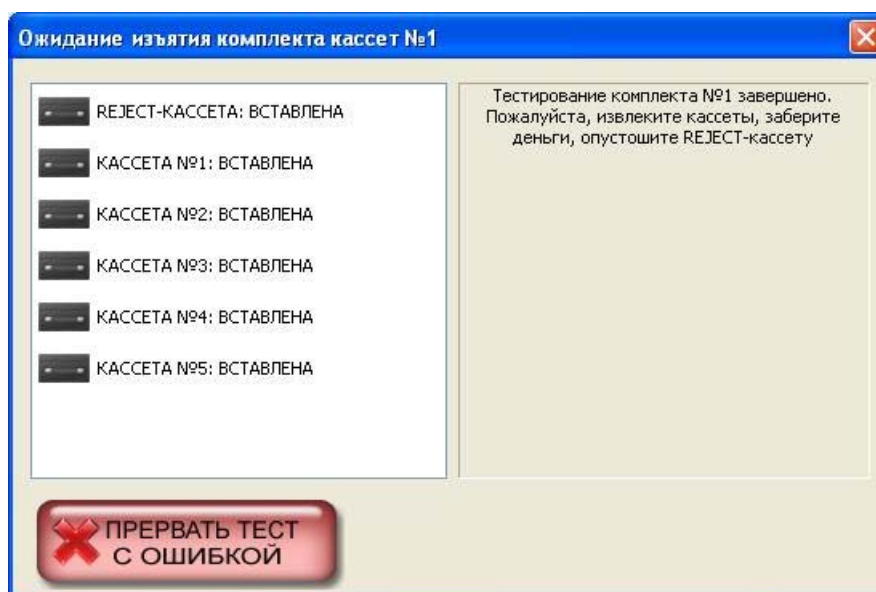

Рисунок 3.40 – Ожидание изъятия кассет
- Тестирование комплекта завершается (**Рисунок 3.40**):